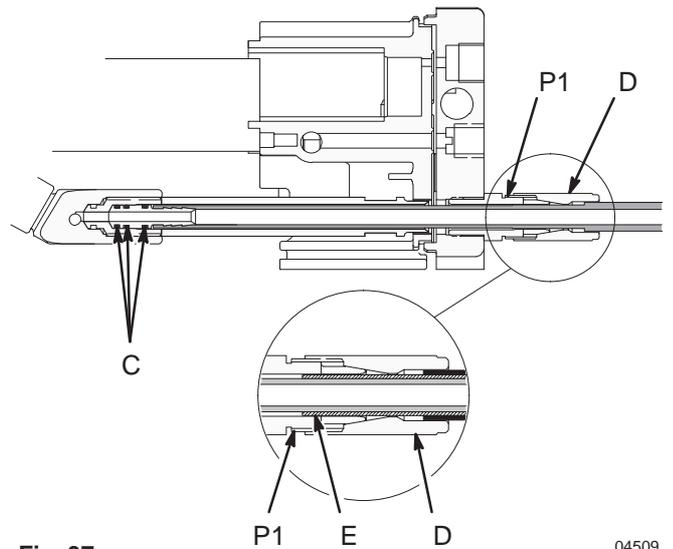
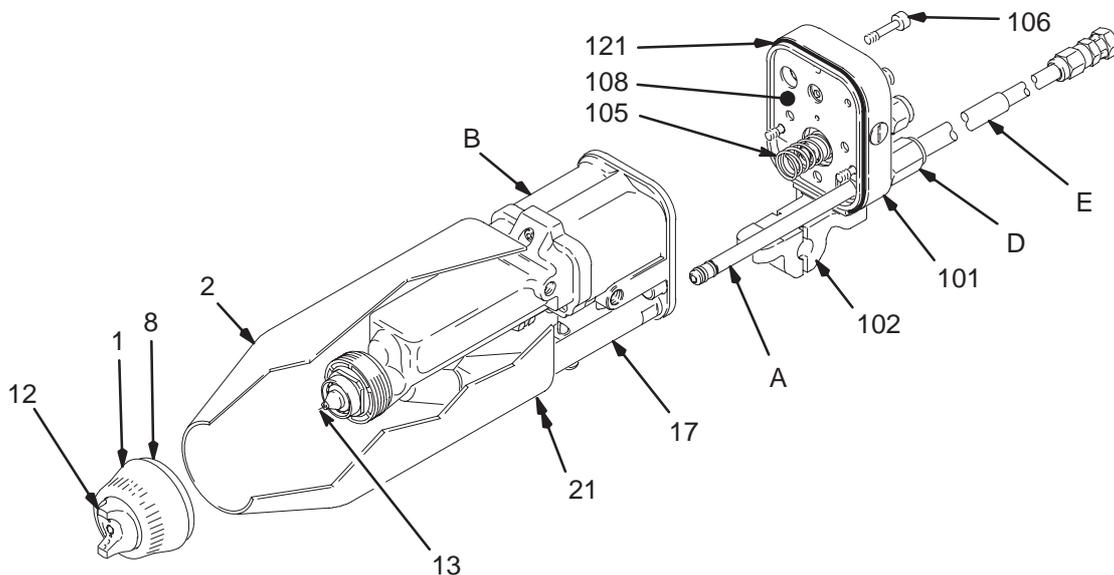

Fig. 37
Fig. 38
1. Cerciorarse de que las juntas (121, 108), y el resorte (105) están debidamente colocados en el colector (101). Vea la Fig. 38, en la página 41. Inspeccione las piezas por si están dañada y cambie las que sea necesario.
2. Cerciorarse de que las aperturas del tubo de Teflón® de la manguera de producto (A), que se introduce en la pistola, y del tubo de producto de la pistola (17) están limpias.
3. Revise el estado de las juntas tóricas (C) en el acoplador barbado de la manguera de producto. Vea la Fig. 37, en la página 41. Cambie las juntas tóricas si está desgastadas o dañadas.
4. Alinee la pistola (B) y deslícela sobre el tubo de Teflón (17) hasta que toque el colector (101). Vea la Fig. 38.
5. Fije la pistola (B) al colector (101) apretando los tres tornillos (106) con la llave esférica (77–no representada).
6. Fije la pistola (B) al soporte de montaje (102) apretando el tornillo (21) con la llave esférica (77).
7. Para cerciorarse de que las juntas tóricas (C) del conector barbado están asentadas en la pistola, afloje la tuerca (D) y empuje la manguera de producto dentro de la pistola hasta que el conector barbado llegue hasta el fondo. Vea la Fig. 37.
Para mantener la continuidad de la conexión a tierra, la capa conductora de la manguera (E) debe estar acoplada en el conector (P1) cuando la tuerca (D) está apretada. Vea la Fig. 37. Si no se instala correctamente la manguera en el conector se pueden producir descargas eléctricas.
8. Apriete firmemente la tuerca (D) utilizando una llave Tire de la manguera para comprobar que está segura.
9. Deslice el anillo de refuerzo (2) sobre la pistola (B). Vea la Fig. 38.
10. Instale cuidadosamente la válvula de aire (12). Evite la torcedura del electrodo (13) y cerciorarse de introducir el cable del electrodo a través del orificio *central* de la válvula de aire. Gire las palanquitas de la válvula de aire hasta la posición deseada.
11. Cerciorarse de que la junta tórica (8) está correctamente colocada en el anillo de refuerzo (1). Apretar el anillo de retención de la válvula de aire (12) hasta que éste quede firmemente sujeta; No debería ser posible girar las palanquitas de la válvula de aire a mano.